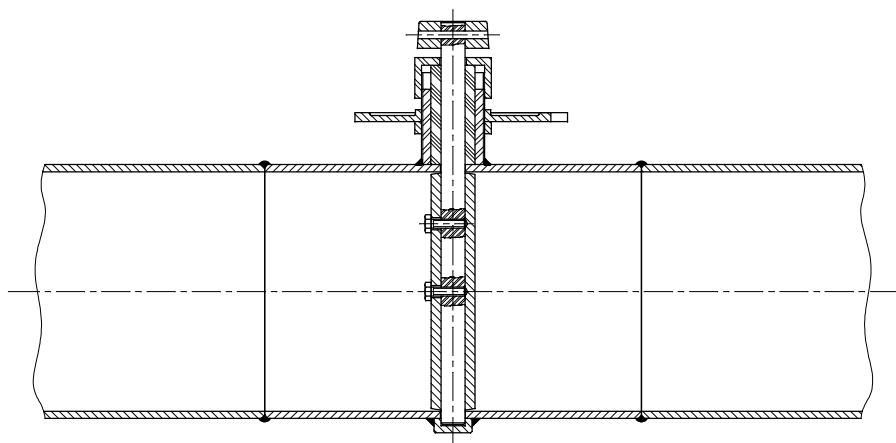

Fig. 2
- 4 – Alinhar a válvula com os tubos, em seguida executar a soldagem. (Fig. 2)